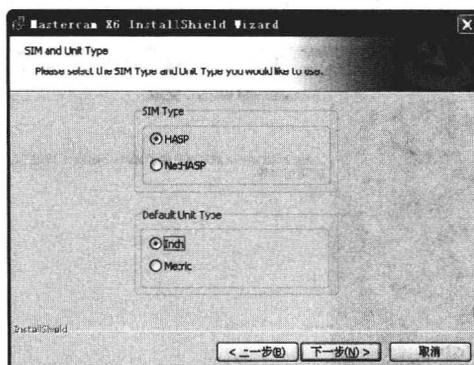

图 1-7 选择系统工作单位界面
**STEP 07** 确认安装路径后，单击“下一步”按钮，弹出如图 1-7 所示的选择系统工作单位界面。